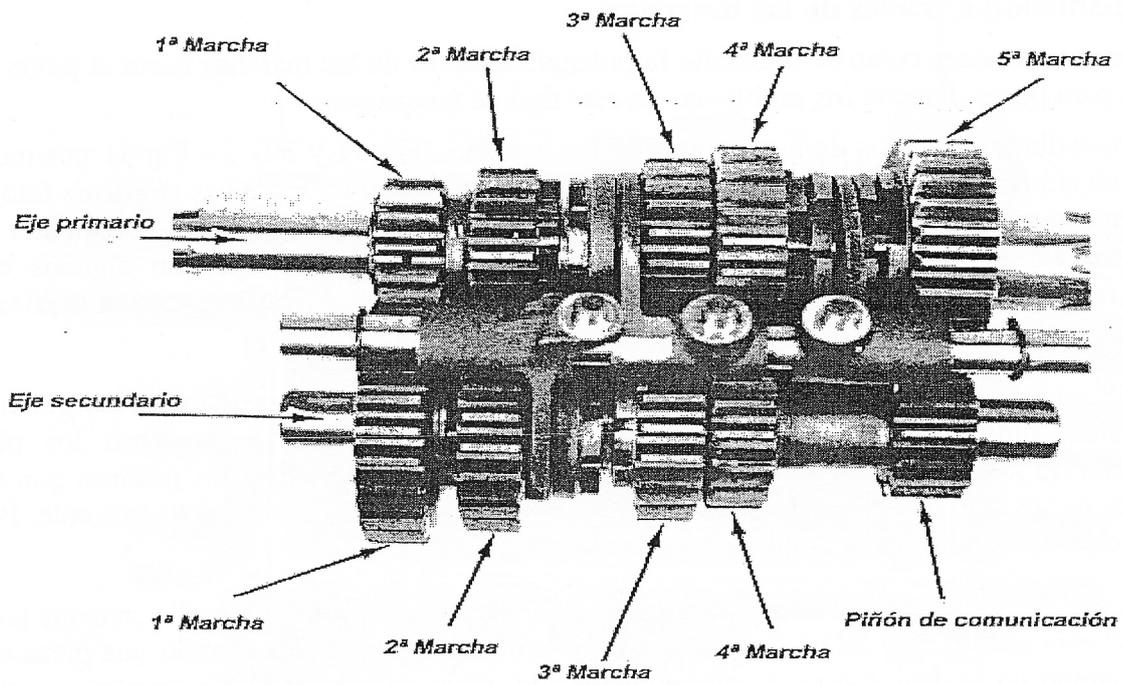
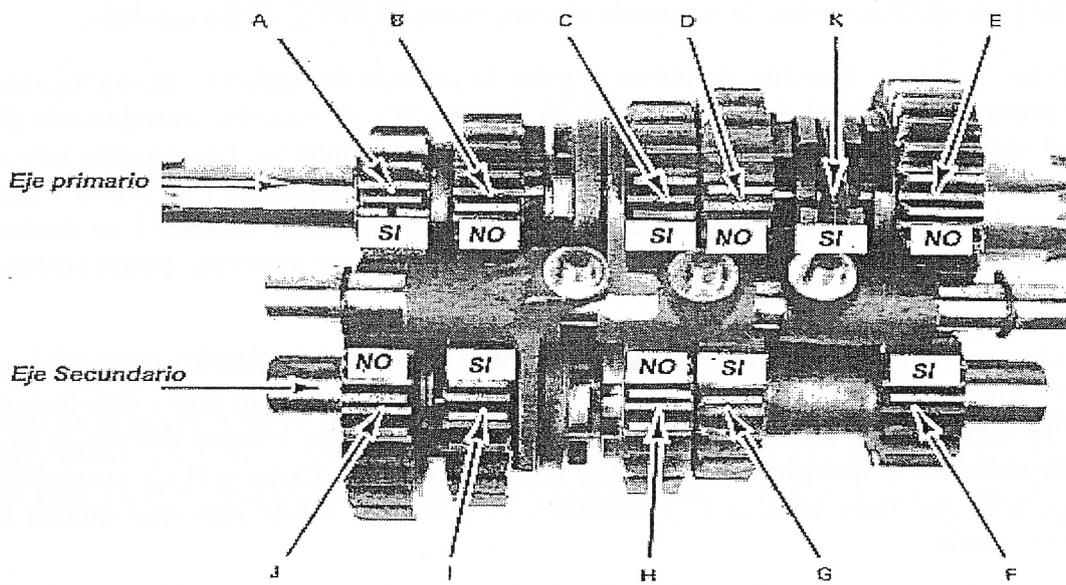

FIG 31
FIG.32
2. Primero, estudia la dos fotos de los piñones de las marchas (Fig 31 y 32). La Fig 31 nos muestran los piñones en su sitio correcto y los nombres propios de cada elemento. La Fig 32 es la misma foto, pero una letra sustituye cada nombre de los piñones. Esto es para evitar confusiones. En los siguientes apartados vamos a explicar el funcionamiento exacto de cada pieza en su conjunto. En algunos casos esto significará repetir los nombres varias veces, si usamos las letras de identificación las explicaciones se hacen mas sencillas.
3. La Fig 32 corresponde a la caja de cambios en punto muerto. Observa que todos los piñones del eje primario están alineados con sus contrario del eje secundario. En ningún caso los piñones se desengranarán de los de enfrente ni se engranarán con ningún otro. Incluso los piñones que se pueden deslizar al ir de un lado a otro mantendrán al menos un 60% de contacto con el de enfrente. Por esto se dice que la caja de cambios es del tipo de "engranaje constante"
4. Algunos piñones están unidos a sus ejes ya sea por chavetas o por que forman físicamente parte de él . En la Fig 32 esta escrito SI y NO sobre las piezas de ambos ejes. SI indica cuando una pieza esta fija al eje y NO cuando no lo está. Observa como cuando una piñón esta unido al eje su contrario no lo está. Esto es importante para entender como se transmite el movimiento a través de los cambios..